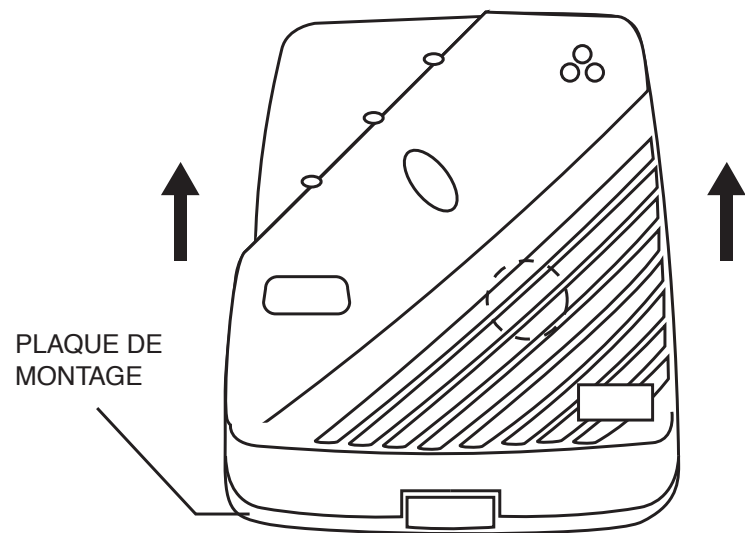

Figure 6. Connecter la pile aux coupleurs
3. Connectez la pile sur le connecteur enclippable (voir figure 6). Les voyants Rouge et Ambre clignotent successivement. (Remarque : le voyant rouge peut également clignoter de façon intermittente durant les 70 premières secondes – ceci est normal) :
- (1) Retirez le détecteur de la plaque de montage comme décrit précédemment.
- (2) Retirez le module capteur de l'arrière (voir figure 6).
- (3) Remplacez le module capteur usagé par un module capteur neuf (modèle N°. Ei261MEN 6 - contactez Ei Electronics, pour connaître l'adresse du concessionnaire le plus proche de chez vous).
- (4) Alignez le module avec précaution, y compris les broches de connexion et poussez en forçant pour le mettre en place.
- (5) Retirez l'étiquette « REMPLACER LE CAPTEUR EN » apposée sur le côté du détecteur.
- (6) Repositionnez le détecteur sur la plaque de montage en le faisant glisser.
- (7) Attendez quatre minutes pour permettre au nouveau capteur de se stabiliser puis appuyez sur le bouton Test/Silence - la sirène doit se déclencher.